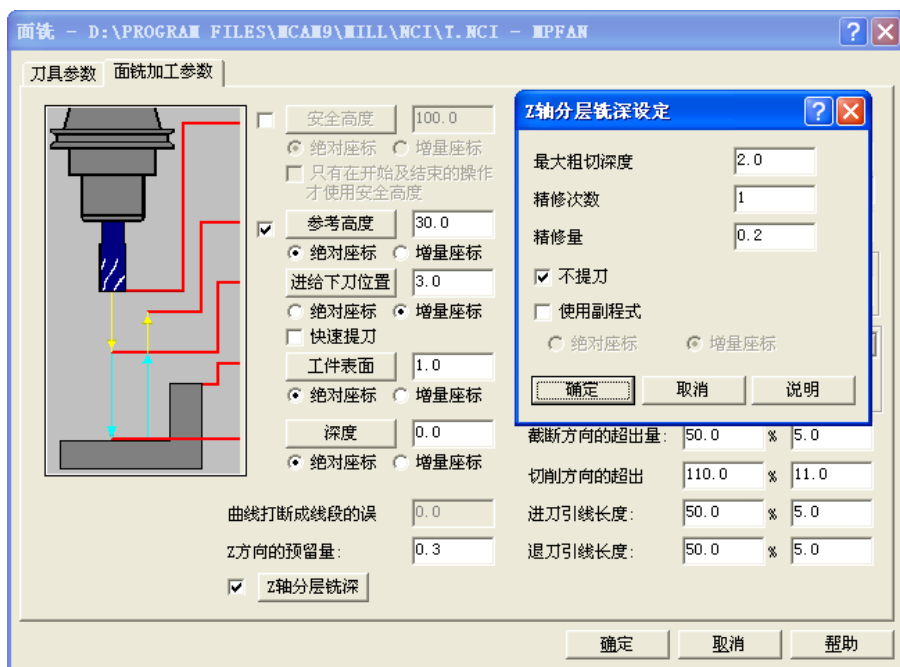

图 5-27 面铣加工参数
1) 选择“面铣”，从刀库中选择  $\phi 10$  平刀，将刀具编号改为 2，以便与正面加工的刀号对应。加工 118mm×78mm 矩形上表面。在“刀具参数”选项卡中输入进给率：800、下刀速率：400、提刀速率：2000、主轴转速：2500，冷却液：喷油。在“面铣加工参数”选项卡中输入参考高度：30.0、进给下刀位置：3.0，点选“增量坐标”，工件表面：1.0，深度：0.0，Z 方向预留量：0.3，勾选“Z 轴分层铣深”，设定精修次数：1，精修量：0.2，其余默认，如图 5-27 所示。